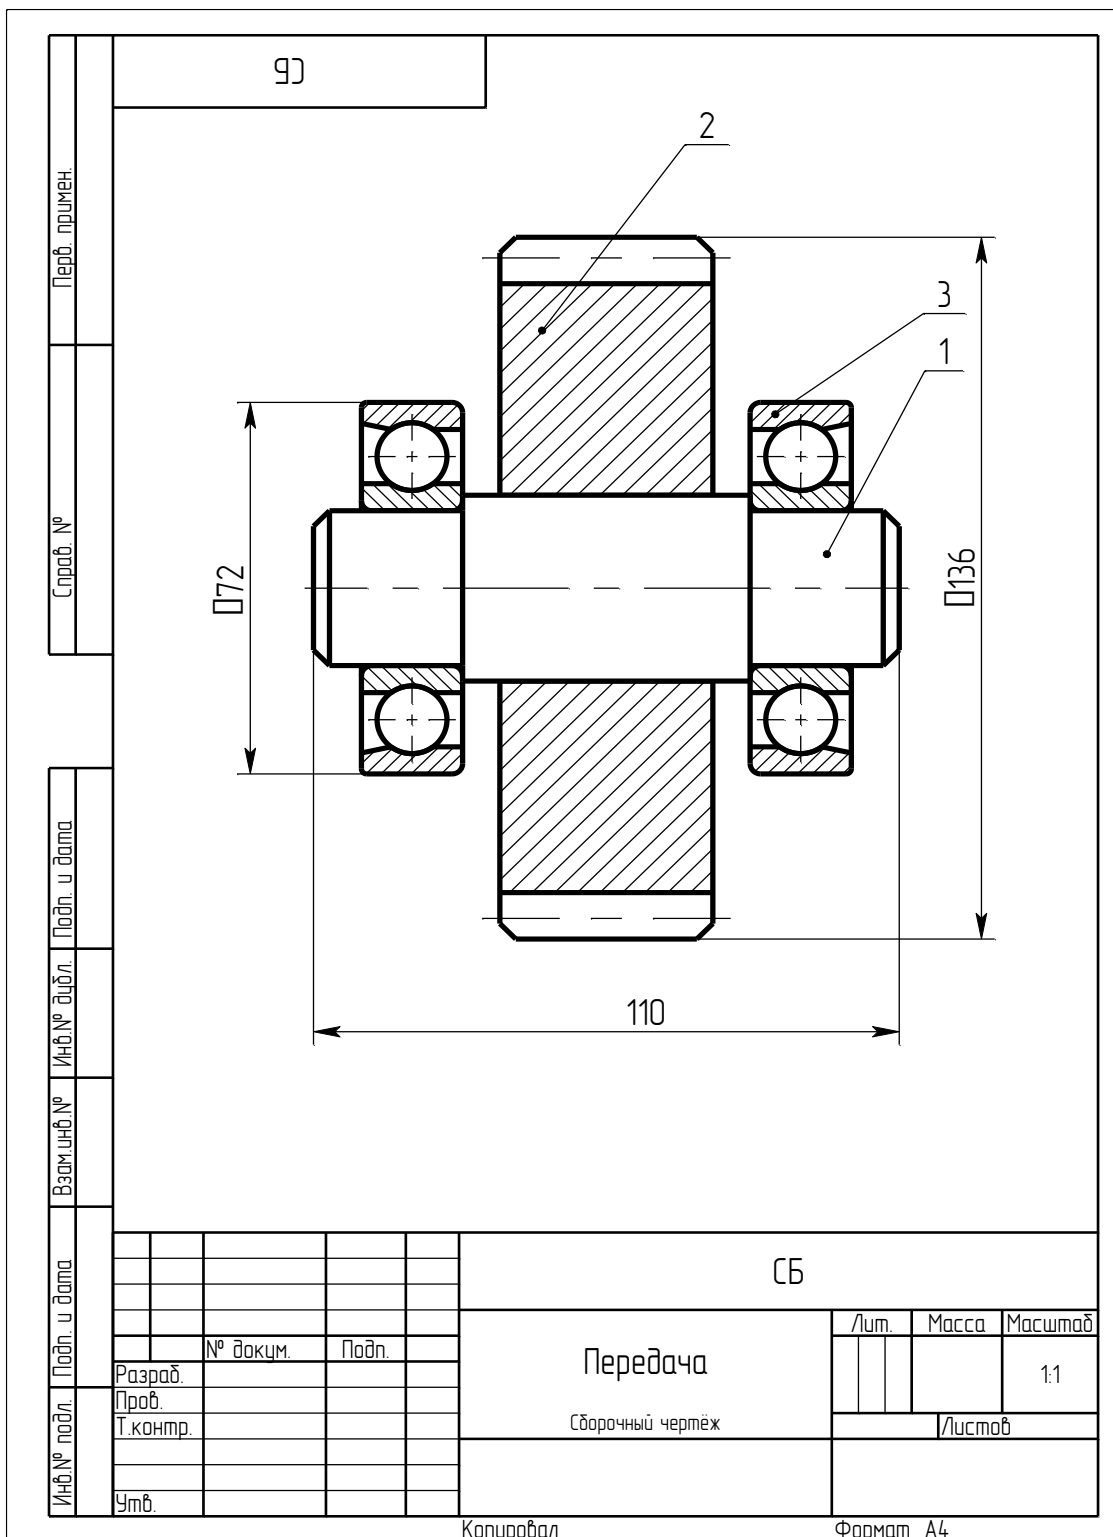

Рисунок 30 – Сборочный чертеж в T-FLEX CAD
2.3.9 Проставьте позиции на сборочном чертеже. Порядок построения: Вызвать команду  («Сервис|Спецификация|Позиции»). После этого на экране появляется окно «Выбор записи спецификации». Указать курсором на запись, которая соответствует изображению детали на сборочном чертеже, затем расположить на чертеже полку-выноску для номера позиции данной детали (рисунок 30). Для полок-выносок необходимо установить приоритет равный 2.